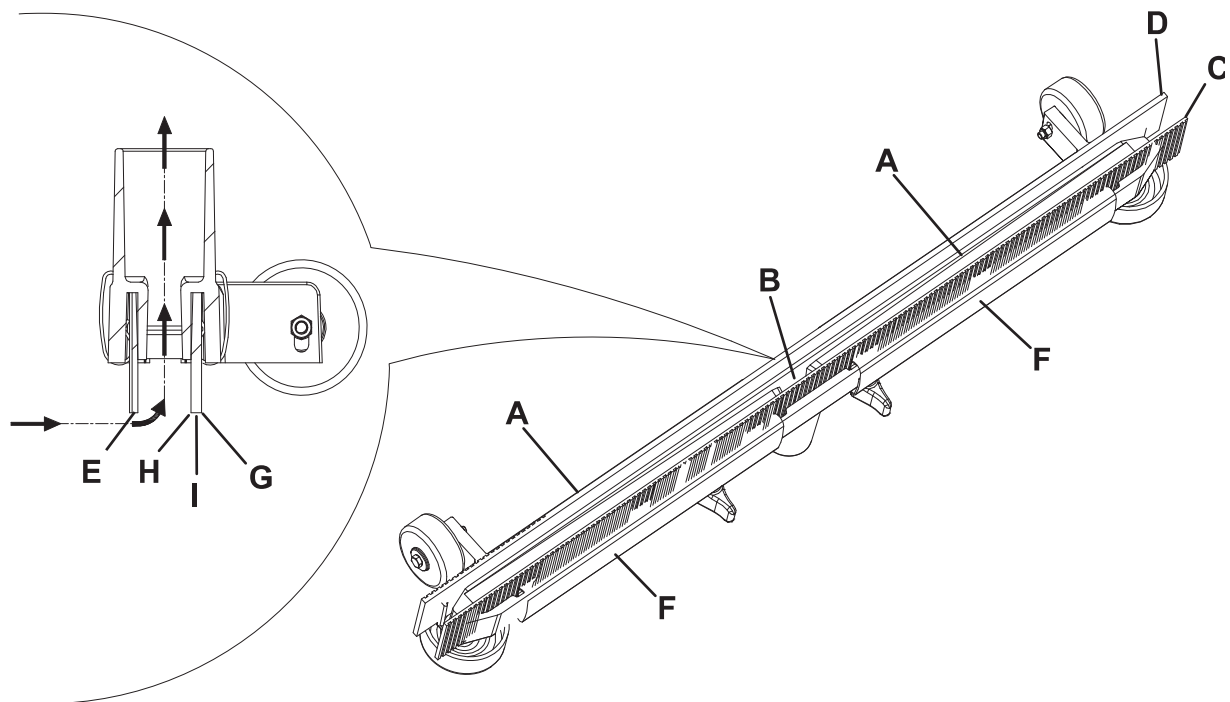

Abbildung 6
3. Sauglippe mit dem Hebel (19) absenken.
4. Ansaugrohr (22) von der Sauglippe abnehmen.
5. Sterngriffe (12) lösen und Sauglippe (11) abnehmen.
6. Sauglippe abspülen und reinigen. Insbesondere die Förderöffnungen (A, Abb. 6) und die Ansaugöffnung (B) von Schmutz und Abfällen befreien.
7. Überprüfen, ob der vordere (C) und der hintere Gummi (D) unversehrt sind und keine Schnitte oder Risse aufweisen, gegebenenfalls austauschen (siehe nachstehender Absatz).
2. Überprüfen, ob die Kanten des vorderen (E, Abb. 6) und die Kanten des hinteren Gummis (I) gleichzeitig in ihrer gesamten Länge auf dem Fußboden aufliegen. Andernfalls Höhe wie folgt einstellen:
- Befestigungsfedern (F) entfernen und vorderen (C) sowie hinteren Gummi (D) einstellen.
3. Überprüfen, ob der vordere (C) und der hintere Gummi (D) unversehrt sind und keine Schnitten oder Risse aufweisen, gegebenenfalls wie folgt austauschen. Überprüfen, ob die Vorderkante (H) des hinteren Gummis Verschleiß aufweist. Gegebenenfalls Gummi umdrehen und die andere Kante (G), sofern noch unversehrt, als Vorderkante verwenden. Ist auch die andere Kante verschlissen, Gummi wie folgt austauschen:
- Befestigungsfedern (F) entfernen und hinteren Gummi (D) austauschen (oder umdrehen).
4. Sauglippe (11) montieren und Sterngriffe (12) festdrehen.
5. Ansaugrohr (22) an die Sauglippe (11) anschließen.